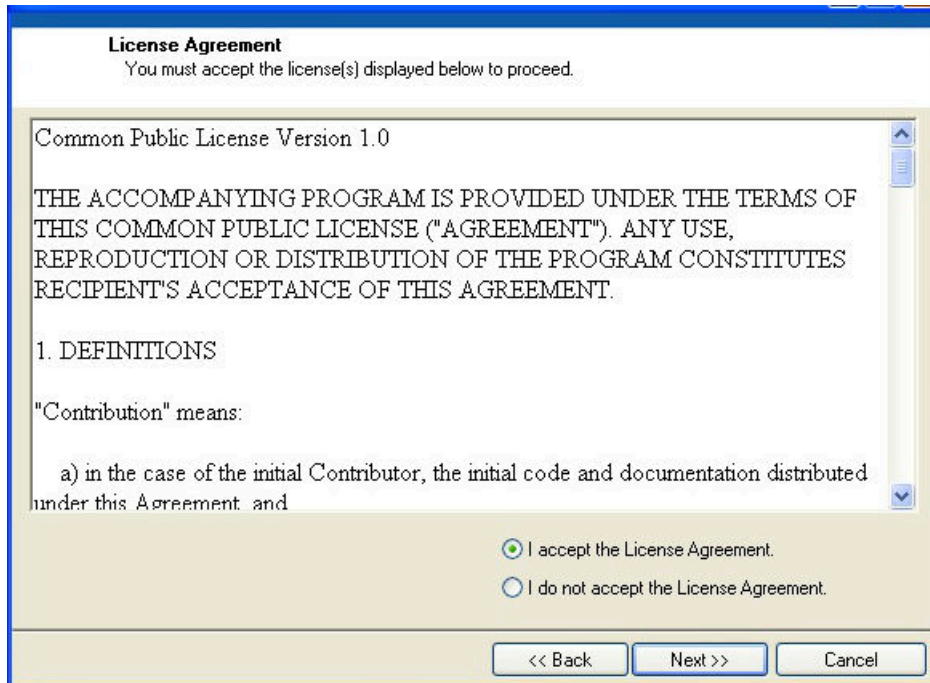
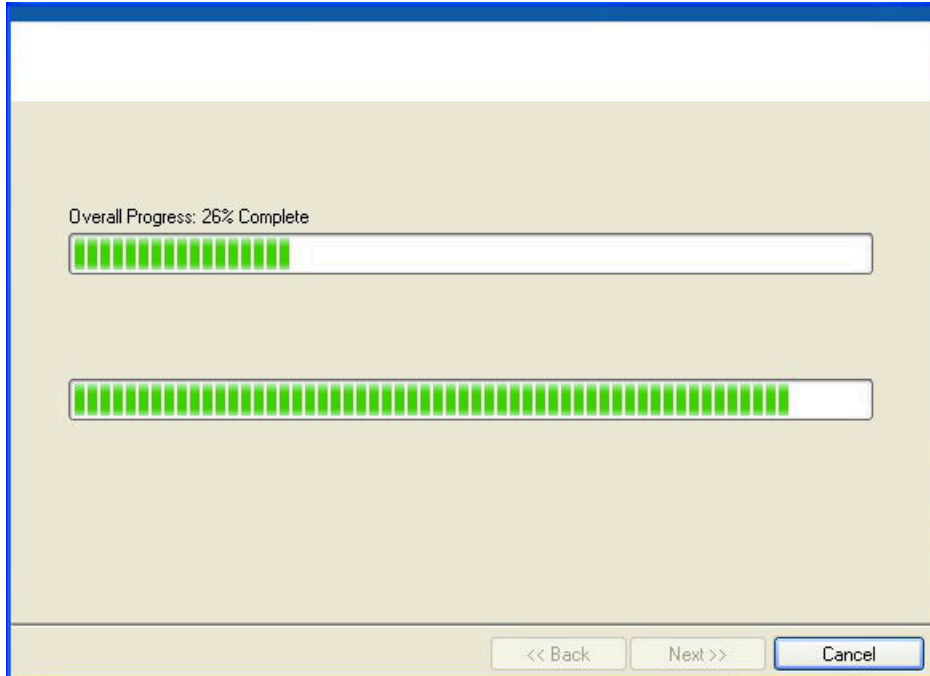

图 4-2. INA231EVM 许可协议
图 4-3. INA231EVM 软件安装进度
安装过程初始化后，用户可以选择安装程序的目录；默认位置为 `C:\Program Files\INA231\` 和 `C:\Program Files\National Instruments\`。选择相应选项后，系统将显示两个必须接受的许可协议，如图 4-2 所示。接受德州仪器 (TI) 和 National Instruments 许可协议后，系统会随即打开进度条并显示安装的软件（请参阅图 4-3）。安装过程完成后，点击 *Finish*。